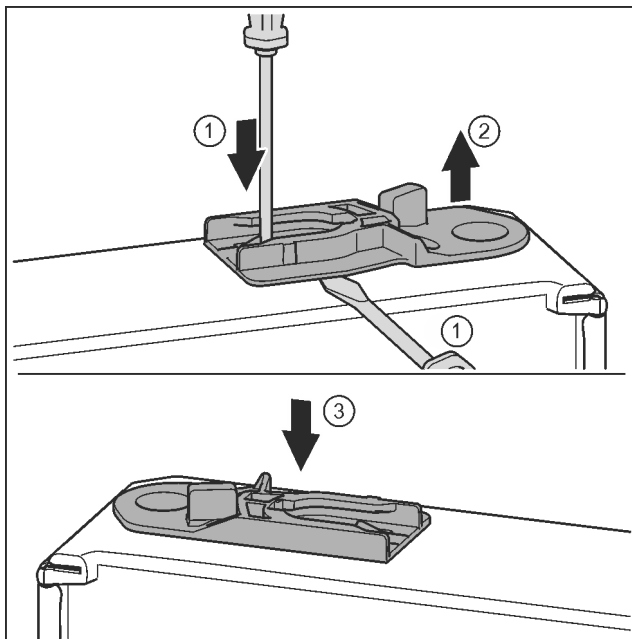

Fig. 37
- ▶ Vytáhněte vodící pouzdro: Stiskněte jazyček šroubovákem a současně plochým šroubovákem zajedťte pod vodící pouzdro. *Fig. 37 (1, 2)*
- ▶ Vodící pouzdro přiložené v příslušenství zasuňte na druhé straně pláště. *Fig. 37 (3)*